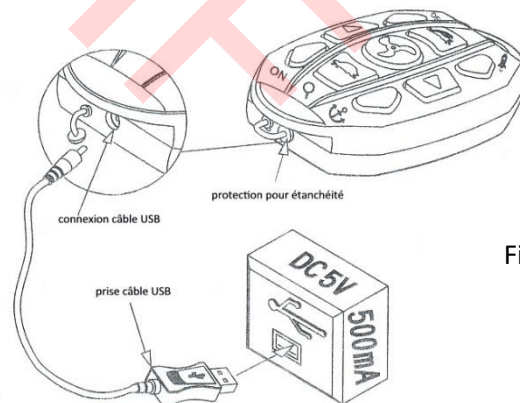

Figure 14
- retirez la protection du port USB sur la commande (figure 14) et connectez le câble sur la commande et sur une prise adaptateur chargeur secteur USB (ou un ordinateur ou un adaptateur prise USB spécial voiture (chargeur allume-cigare)). Le voyant rouge indique que la commande est en charge, le voyant vert indique que la commande est chargée. Si le voyant ne s'éclaire pas, remplacez la source de charge.
- La commande à distance a une autonomie d'environ 48 h (action continue). Il est recommandé de s'équiper d'un chargeur mobile lors de vos sorties sur l'eau (figure 14).